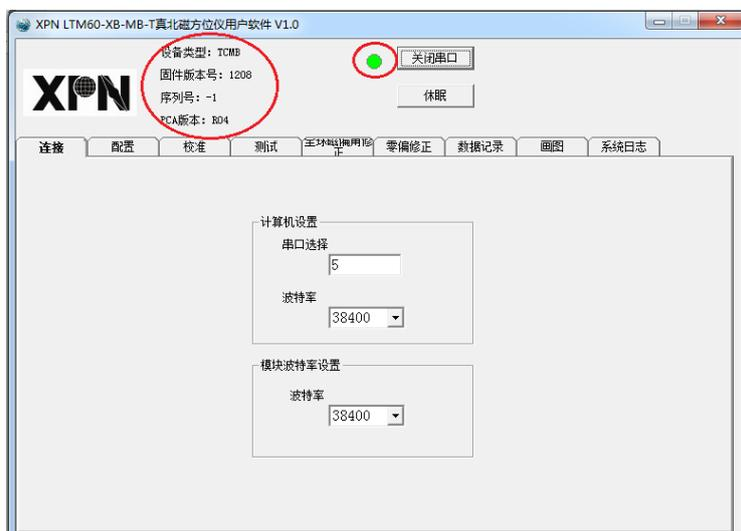

图 5-2-2
- (4) 选择正确的串口号。
- (5) 点击“连接”按钮，连接成功后，界面如图 5-2-2 所示。“连接”按钮旁灯变绿，表示连接成功，红色表示连接异常。